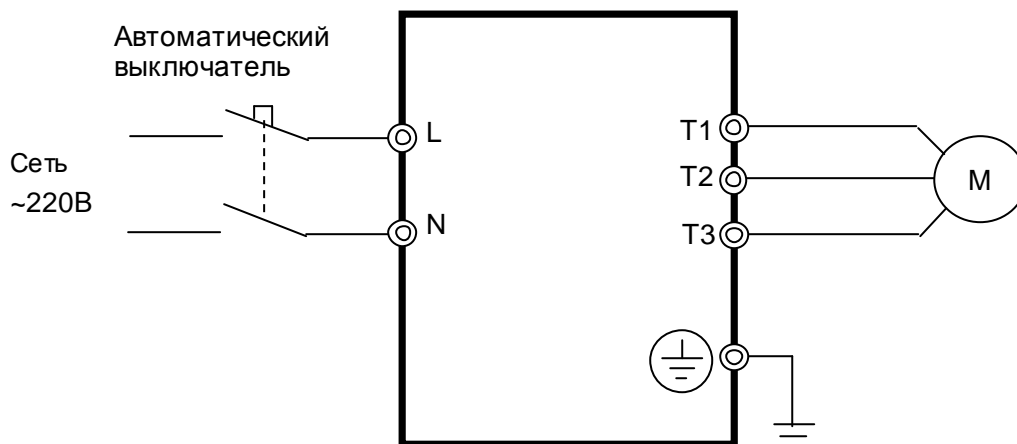

Рис. 8.2 Схема подключения ПЧ
8.3. Подключить проверяемый преобразователь частоты по схеме, приведенной на рис. 8.2.